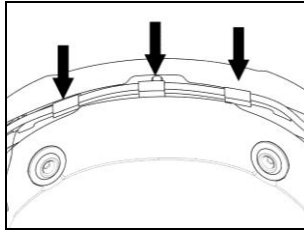

Fig. 19
- Colocar el cableado y la antena en la parte posterior del casco (Fig. 19).